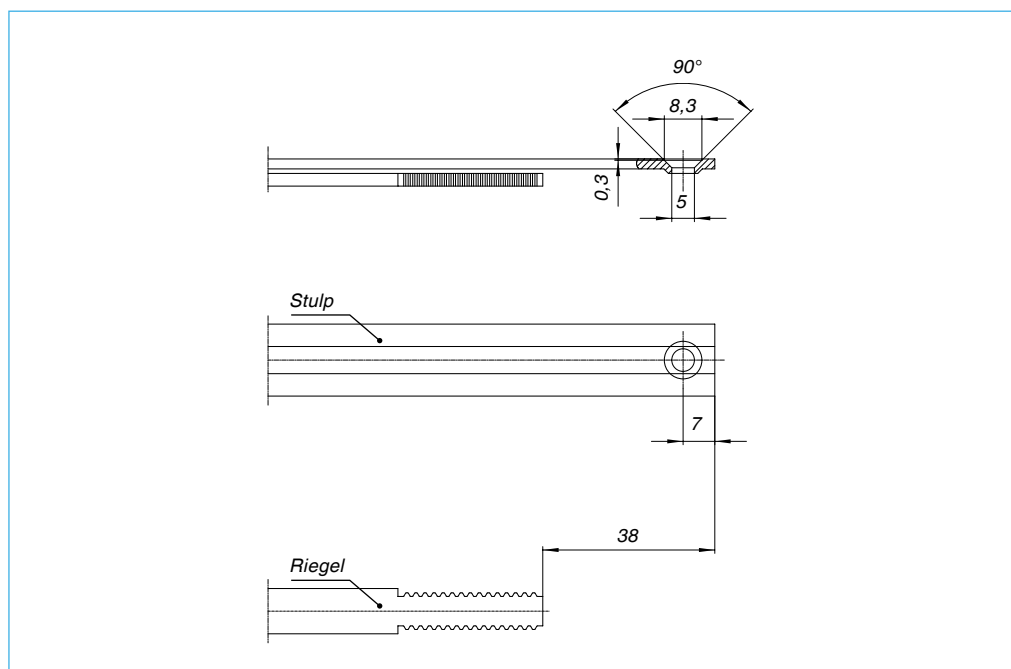

Abb. 1
5. **Kippscherengehäuse** ⑤ montieren. Kerbmarke am Kippscherenarm (Abb. 1, ①) auf den Blendrahmen übertragen, auf diese Markierung das Kippscherengehäuse mit der Kerbmarke montieren (Abb. 1, ②).